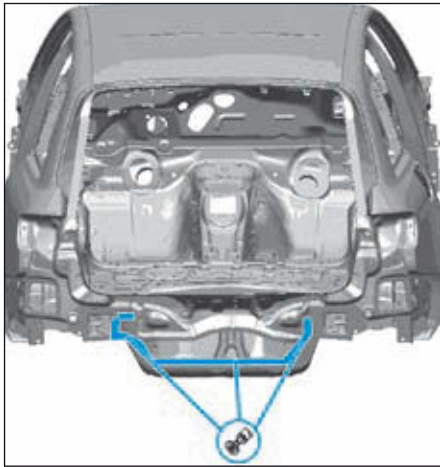

FIG. 145
- Retirer les morceaux des tôles restant (Fig.145).